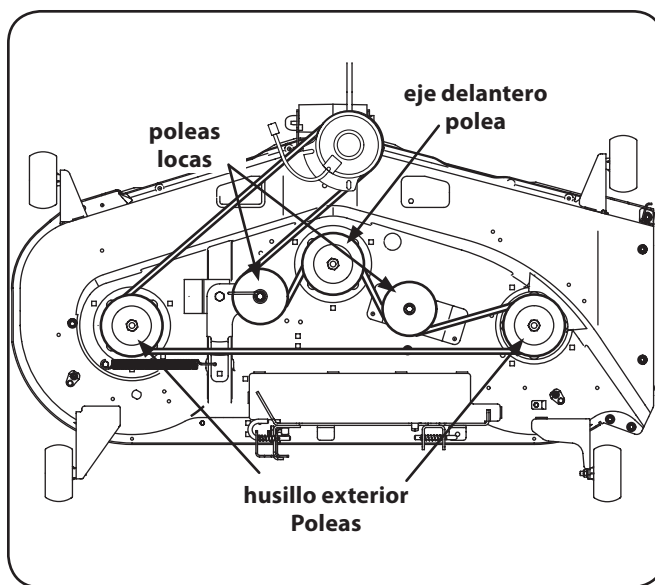

Figura 7-11
5. Instalar la nueva correa mediante el enrutamiento de la correa alrededor de las dos poleas de husillo exterior, a continuación, alrededor de la polea del husillo frontal como se muestra en la Figura 7-11.
6. A continuación, pase la correa alrededor de las dos poleas locas de la plataforma como se muestra en la Figura 7-11.